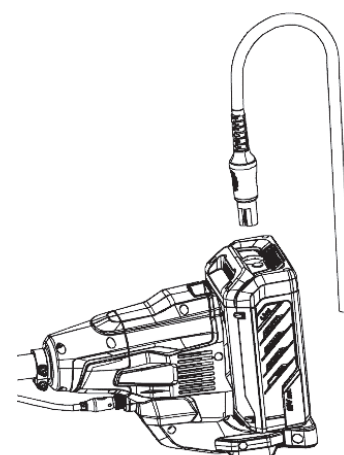

Рис. 19
2. Правильно установите ремни крепления на ранцевой аккумуляторной батарее (см. инструкцию к ранцевой аккумуляторной батарее). Ранцевая аккумуляторная батарея и ремни крепления не входят в комплект поставки инструмента и продаются отдельно. Вставьте штекер ранцевой аккумуляторной батареи в гнездо адаптера ENO AX6025 (рис. 19).